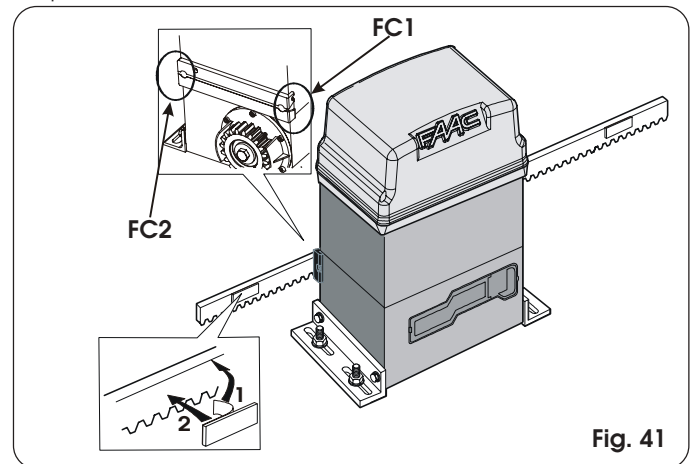
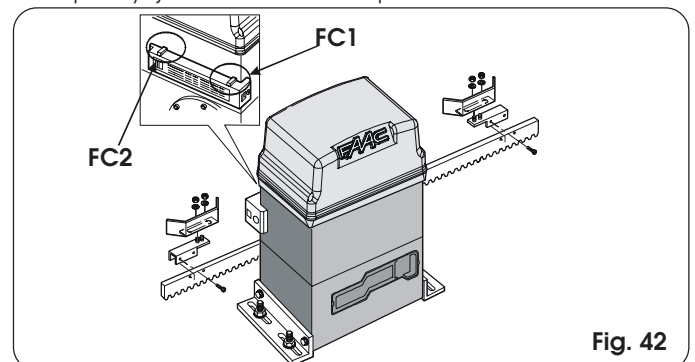

Fig. 41
Fig. 42
El operador 746 está provisto de un sensor de fin de carrera que, al detectar el paso de una referencia aplicada en la cremallera, manda la parada del movimiento de la cancela. El dispositivo puede ser del tipo MLS (fig. 41) o inductivo (fig. 42).
- 10) Limpie la cremallera en los puntos de aplicación, quiten la película colocada en la parte adhesiva de los imanes (fig. 41 ref. 1) y coloquen de nuevo los imanes con la banda adhesiva en contacto con la cremallera (fig. 41 ref. 2).
- 1) Ensamble el fin de carrera centrando la chapa respecto a los pernos roscados del soporte (Fig. 42).